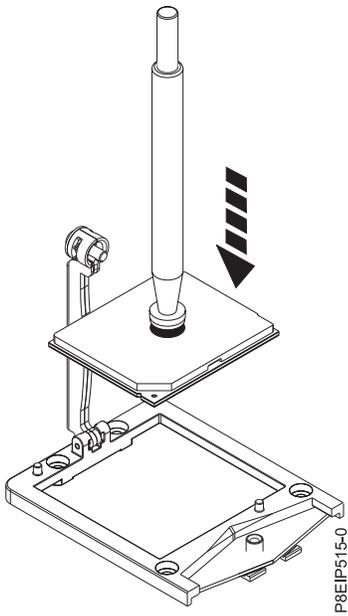

Abbildung 54. Prozessor auf das Socket herabsenken
- a. Senken Sie den Stift und das Systemprozessormodul auf dem Socket ab (siehe Abb. 54 auf Seite 52). Richten Sie die abgeschrägte Ecke des Prozessors an der abgeschrägten Ecke des Sockets aus. Gehen Sie vorsichtig vor, damit der Prozessor gleichmäßig abgesenkt und nicht gekippt wird.